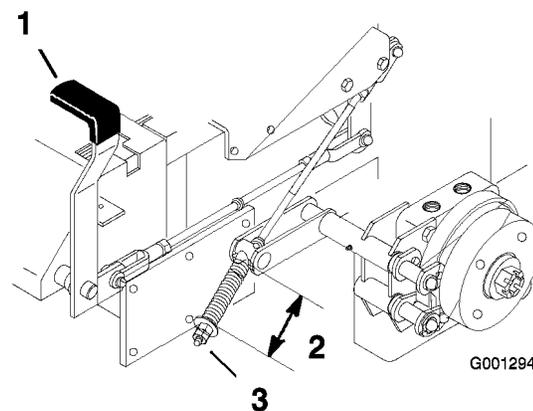

Figure 55
2. Mesurez la longueur du ressort. Les rondelles doivent être espacées de 64 mm (Figure 55).
blocage situé sous le ressort et réglez l'écrou directement au-dessous du ressort (Figure 55). Modifiez le serrage de l'écrou jusqu'à ce que le ressort ait la longueur voulue. Tournez l'écrou dans le sens horaire pour raccourcir le ressort et dans le sens anti-horaire pour l'allonger.